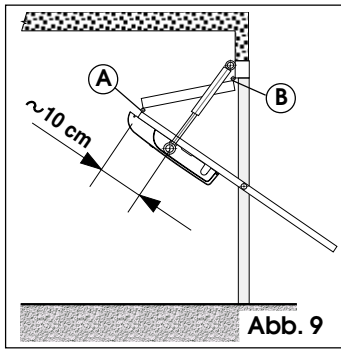

Abb. 9
• **Kipptor mit Fallblatt (Abb. 9)**